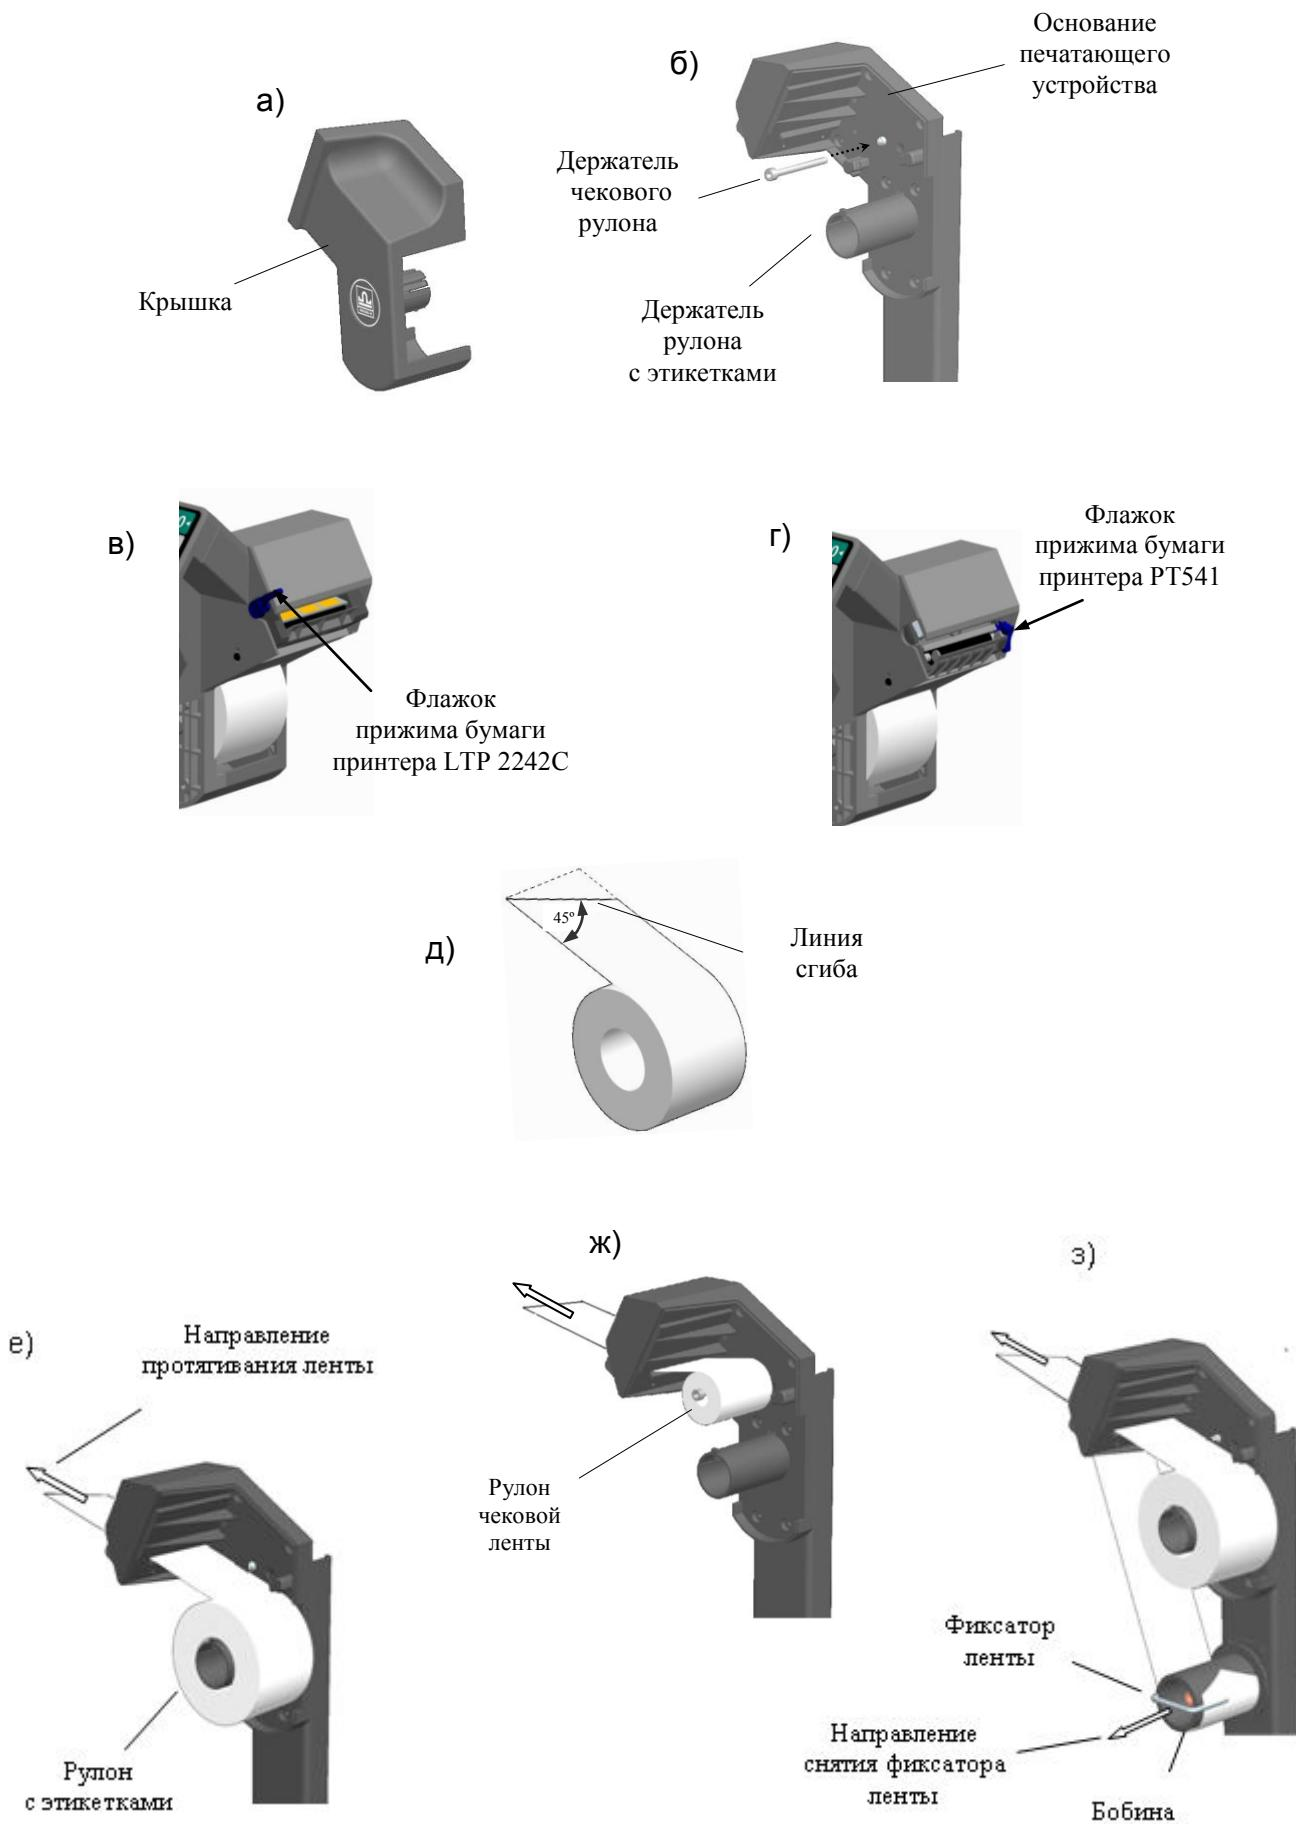

Рис. 2.3 – Установка рулонов в терминалах RP и R2P Дополнить картинку
¶ Для работы с чековой лентой в терминале необходимо установить держатель чекового рулона (рис. 2.3 б), который входит в комплект поставки.
- Легким рывком снять крышку печатающего устройства (Рис. 2.3 а, б).
- Поднять флагок прижима бумаги (Рис. 2.3 в, г).
- Плотно согнуть конец ленты нового рулона под углом 45° (Рис. 2.3 д).
- Надеть рулон на соответствующий держатель (Рис. 2.3 е, ж).
- Протянуть согнутый конец ленты через принтер в направлении, указанном стрелками (Рис. 2.3 е, ж).
- Снять фиксатор с бобины (Рис. 2.3 з).